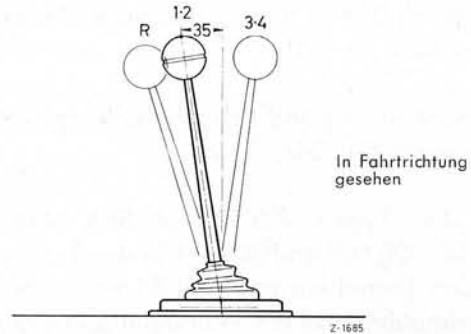

Bild 26-1/4
Anm.: Das Schaltrohr (10) soll mit der Kerbverzahnung mindestens 15 mm tief im Gabelkopf stecken (Bild 26-1/1, Ansicht C).
18. Sechskantschraube (11) in den Gabelkopf stecken und Sechskantmutter (13) mit Federling (12) aufschrauben und festziehen (Bild 26-1/1).
19. Abdeckblech (5) am Tunnel mit den Linsenblechschrauben (9) anschrauben (Bild 26-1/1).
20. Sechskantmutter (33) und Stangenkopf (34) auf die Schubstange (32) aufschrauben und auf die Lagerbolzen (3) aufstecken (Bild 26-1/1).